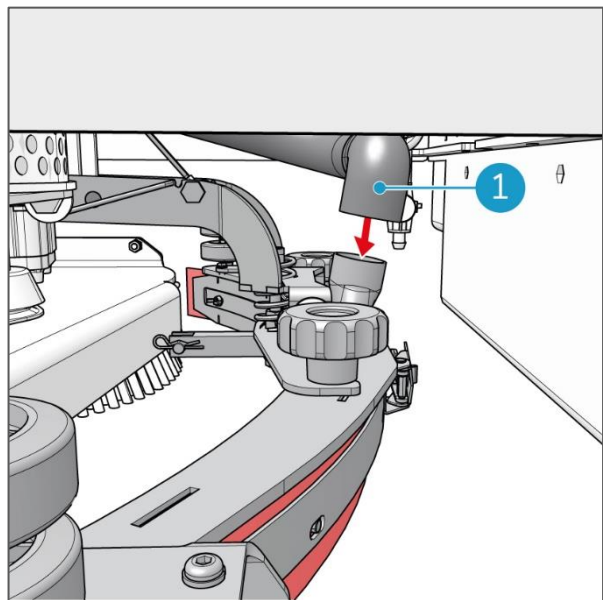

Figura 35
6. Introduce la manguera de la aspiradora en el conector de manguera del escurridor (Figura 35, pos. 1).